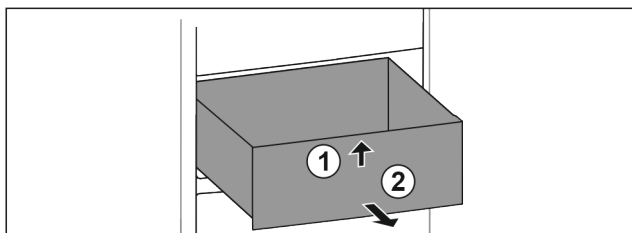

Fig. 63
- ▶ Lyft upp utdragslåda fram till. Fig. 63 (1)
- ▶ Ta ut utdragslåda genom att dra den framåt. Fig. 63 (2)